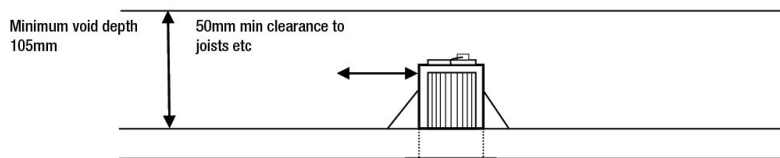
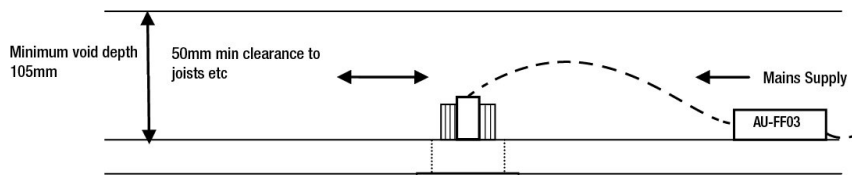

Fig 1. Front View
Fig 2. Side View
1. Select the required position for the luminaire ensuring the clearances shown in Fig.1 and Fig 2 are observed. Beware of joists, water pipes and electric cables.
1. Choisissez la position du luminaire en veillant à observer les écartements illustrés en Fig. 1. et Fig. 2. Faites attention aux solives, aux conduites d'eau et aux câbles électriques.